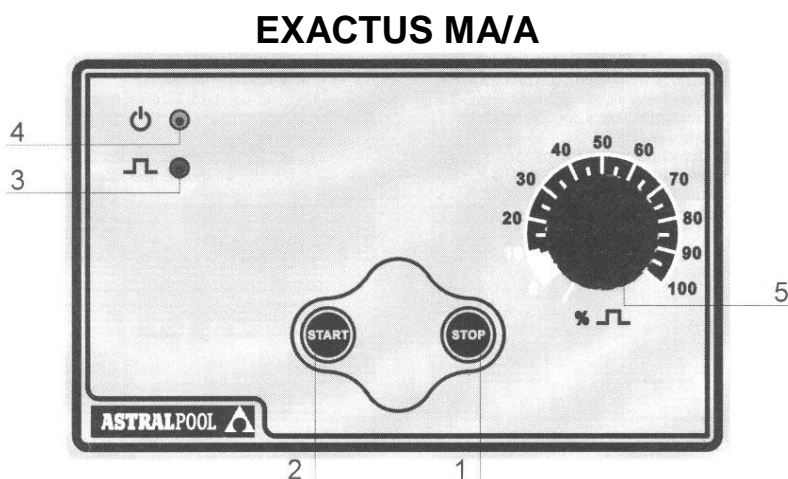

Рис. 12
6.1 – ОРГАНЫ УПРАВЛЕНИЯ НАСОСА (рис. 12)